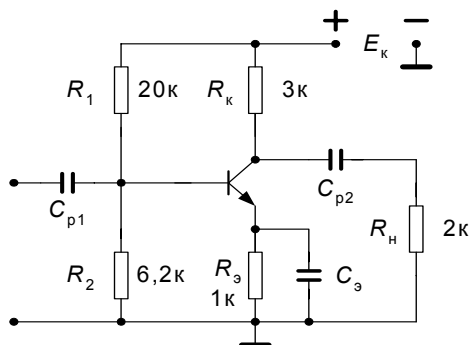

Рис. 23. Схема усилительного каскада с термостабилизацией
3. Рассчитать основные параметры усилительного каскада, схема которого приведена на рис. 23.